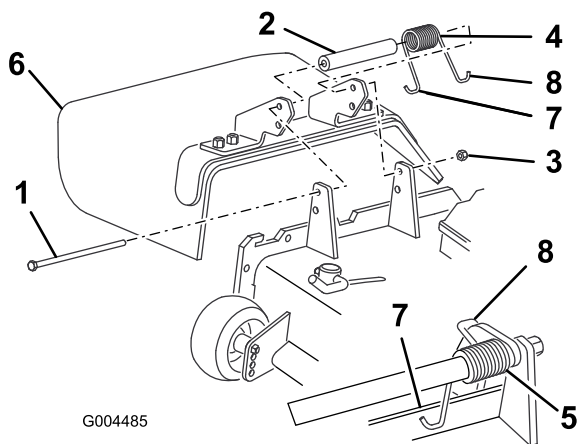

Figura 79
- Togliete il dado di bloccaggio, il bullone, la molla e il distanziale che fissano il deflettore alle staffe orientabili del tosaerba (Figura 79). Togliete il deflettore di sfalcio se è danneggiato o consumato.
- Inserite un distanziale e la molla tra le nuove staffe del deflettore di sfalcio (Figura 79). Collocate l'estremità sinistra a J della molla dietro il bordo del piatto di taglio.
Nota: Prima di montare il bullone, come riportato nella Figura 79, verificate che l'estremità sinistra a J della molla sia inserita dietro il bordo del piatto di taglio.
- Montate il bullone e il dado. Infilate l'estremità a gancio della molla attorno al deflettore di sfalcio (Figura 79).